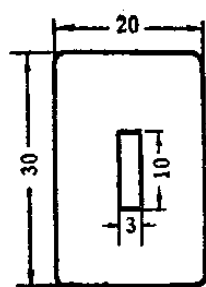

图 9-17
2. 綫圈：先用彩色塑胶片与卡紙等，参看图9-17做成一只框架，胶水要好，要胶得牢固，因为在框架上要繞綫圈，假使胶得不牢，散掉了就得重做。綫圈用直径0.05—0.071毫米的漆包綫来繞，如果手工繞，由于圈数多，很費時間，并且也繞不平整，最好照